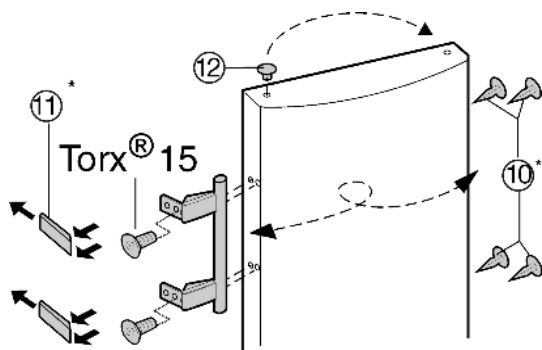

Fig. 8
- ▶ Izvadite čepove Fig. 8 (12) iz čahura ležaja vrata i premjestite ih.
- ▶ Skinite ručku na vratima, čepove Fig. 8 (10) i pritisne ploče Fig. 8 (11) i premjestite ih na suprotnu stranu.